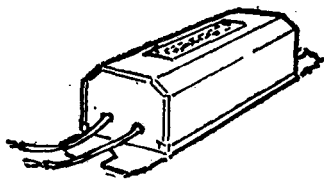
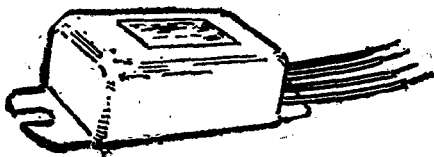

图 9
图 10
3. 镇流器。其外形如图9所示，是由铁心和线圈组成，在结构上，有双线圈式和单线圈式两种。双线圈式是新型镇流器，有四个接头，外形如图10。这种镇流器在同一铁心上有两组线圈，一组线圈称主线圈，起限流作用，它的匝数比单线圈式镇流器匝数还多；另一组匝数少的线圈叫副线圈，起协助灯管启动的作用，故又称启动线圈。这种镇流器限流性能很好，可延长灯管的寿命。